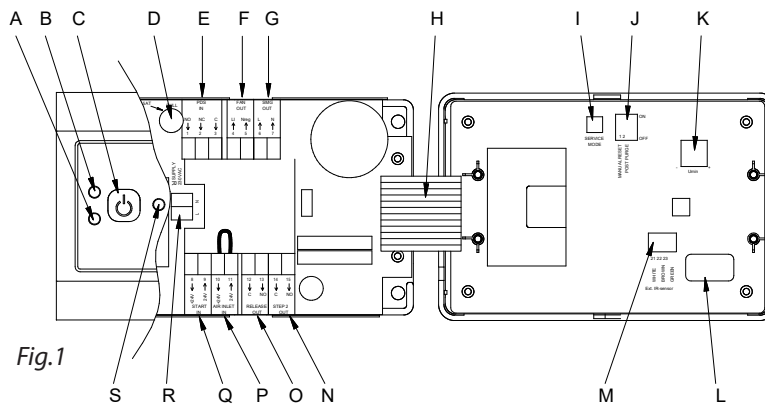

Fig.1
Controleer de fabrieksinstelling van de dipswitches (fig. 1-J) alvorens over te gaan tot het inregelen.
- Druk op de AAN/UIT toets (Fig. 1-C).
- Druk op de Service Mode knop (fig. 1-I) op de achterkant van het frontpaneel. De alarm LED (fig. 1-A) zal rood knipperen en de indicatie LED (fig. 1-B) zal gaan knipperen naar gelang de positie van de PDS, volgens onderstaand schema:
- De potentiometer (fig. 1-K) kan op het maximum toerental ingesteld worden, door hem volledig met de klok mee te draaien.